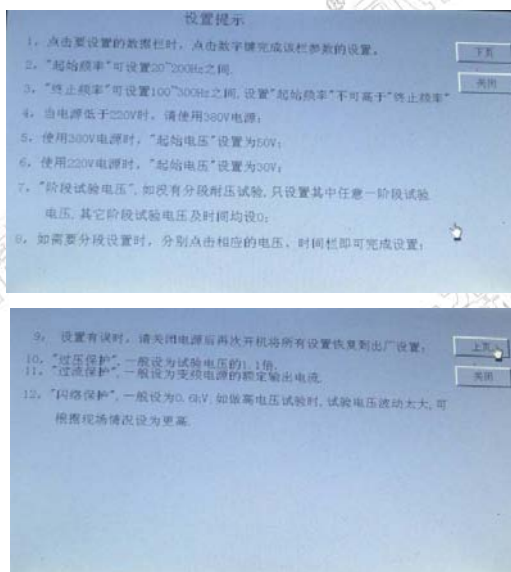

图 4、图 5
(4) 分压器变比：电容分压器的变比值，分压器三节串联变比为 6000，“分压器变比”设置为 6000；（一般出厂已设置好）分压器单节变比为 2000，“两节分压器变比”设置为 4000；
(5) 过压保护：设置试验电压的极限值，电压超过时自动终止试验，一般比试验电压高 10%。
(6) 过流保护：设置低压输出电流的最高值，在不知道实际试验电流的情况下，一般将其设置成装置额定电流（出厂已设定好客户不要随意更改）。
(7) 闪络保护：出厂也已设定好，当试品闪络后液晶显示屏须重新按复位启动
- (8) ENT: 确认键。
- (9) 1~0: 数字键: 选择需要设置的数值。
- (10) ESC: 返回键。
- (11) 帮助: 提供设置“试验参数”时的注意事项。
- (12) 点击“帮助”后, 显示界面如图 4, 5。